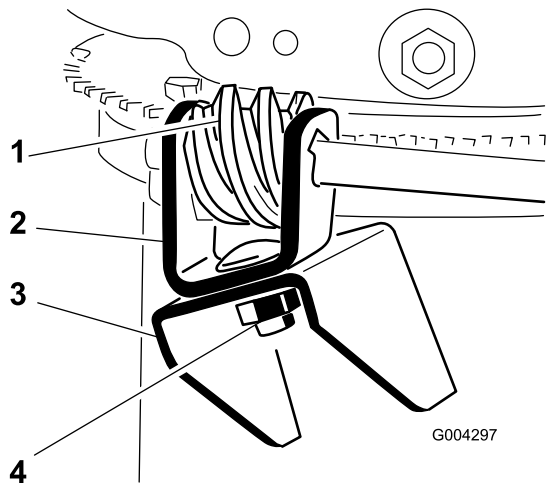

Figure 11
3. Enduisez la vis sans fin de graisse universelle N° 2 (Figure 11).
4. Montez la vis sans fin et le support sur la bride de fixation, sans serrer, à l'aide d'un boulon, d'une rondelle Belleville et d'un contre-écrou, comme illustré à la Figure 11.
5. Glissez la vis sans fin dans les dents de la couronne de retenue de l'éjecteur et serrez le contre-écrou (Figure 11).